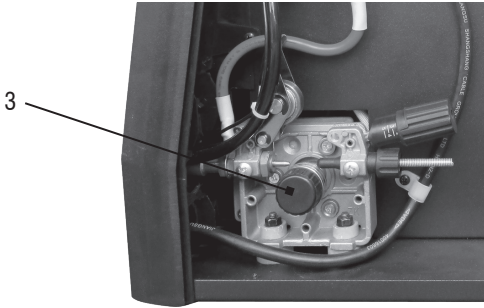

Fig. 2 – Roldana
- Retire el tornillo del eje de las roldanas, pieza 3, Fig. 2;
- Alinee la roldana y apriete el tornillo de la roldana, pieza 3, Fig. 2;